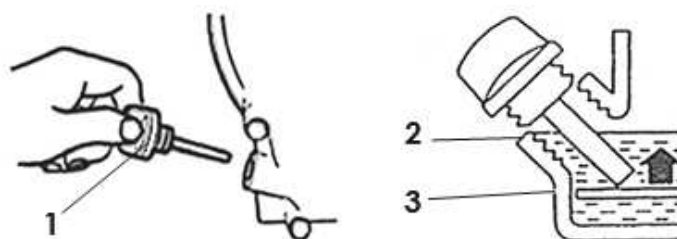

Рис.4 1 - Пробка-щуп маслозаливной горловины; 2 - Максимальный уровень масла; 3 - Минимальный уровень масла.
Выкрутите пробку-щуп (рис.4 поз.1) из маслозаливной горловины и залейте в картер масло необходимой марки до нижнего края горловины, как показано на рис.4. Вставьте сухой чистый щуп в горловину картера и выньте его. Проверьте уровень масла: граница смоченной области щупа должна располагаться между отметками минимального (рис.4 поз.3) и максимального (рис.4 поз.2) уровней.
- на прогревом до рабочей температуры двигателе открутите пробку-щуп маслозаливной/маслосливной горловины (рис.4 поз.1);
- залейте масло в горловину, до нижнего края заливного отверстия (см. рис.4).